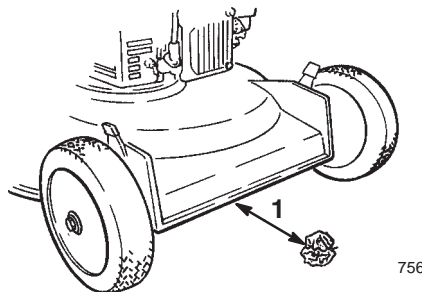

Figura 11
5. Tome media página de periódico y haga una bola con ella que sea lo suficientemente pequeña como para pasar por debajo de la plataforma (de unos 76 mm o 3 pulgadas de diámetro) tal y como muestra la Figura 11.